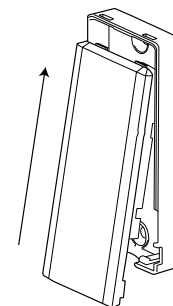

Bild 7: Stänga enhetsluckan
4. Kläm fast kåporna på enheten och magnetbasen. Se Bild 7.